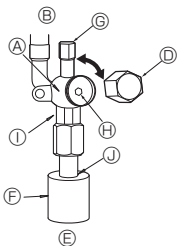
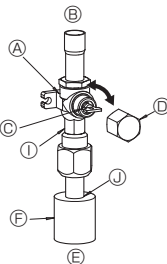

Fig. 4-6
Fig. 4-7
- (1) Запорный кран со стороны жидкости (Fig. 4-6)
- ① Снимите колпачок и поверните шток золотника против часовой стрелки до упора, используя для этой цели 4 мм шестиугольный гаечный ключ. Прекратите поворачивать шток в момент, когда тот достигнет стопора. (Приблизительно 10 оборотов)
- ② Убедитесь в том, что запорный кран полностью открыт, и поверните колпачок в первоначальное положение.
- (2) Запорный кран со стороны газа (Fig. 4-7)
- ① Снимите колпачок, потяните ручку на себя и поверните её на 1/4 оборота против часовой стрелки для открытия.
- ② Убедитесь, что запорный кран открыт полностью, надавите на ручку и поверните колпачок в первоначальное положение.